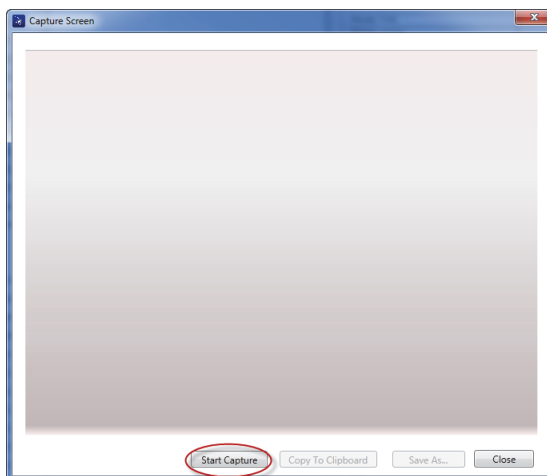

Рис. 6-2 Диалоговое окно Capture Screen (Сделать снимок)
Откроется диалоговое окно **Capture Screen** (см. Рис. 6-2 на стр. 125).
4. В диалоговом окне **Capture Screen** щелкните **Start Capture** [Сделать снимок] (см. Рис. 6-2 на стр. 125).